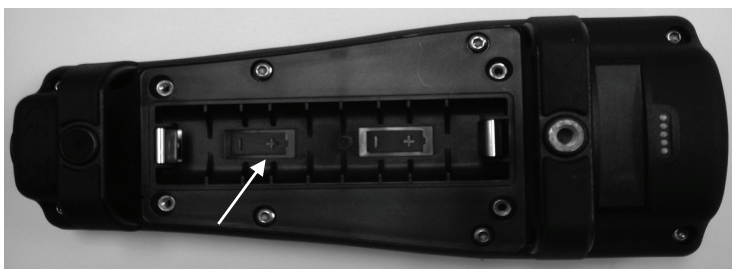

Abbildung 1. Pro20 mit abgenommener Batteriefachabdeckung. Die Batteriesymbole geben die korrekte Polarität an.
- 4) Legen Sie die neuen Batterien ein, wobei auf die Ausrichtung der Polarität zu achten ist (Abbildung 1).